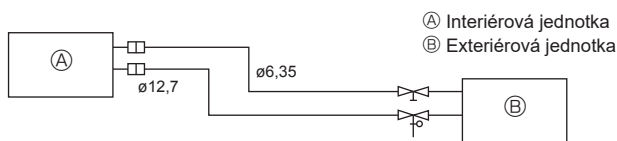

Fig. 5-2
(1) Nasledujúca tabuľka uvádza špecifikácie komerčne dostupných potrubí. (Fig. 5-2)